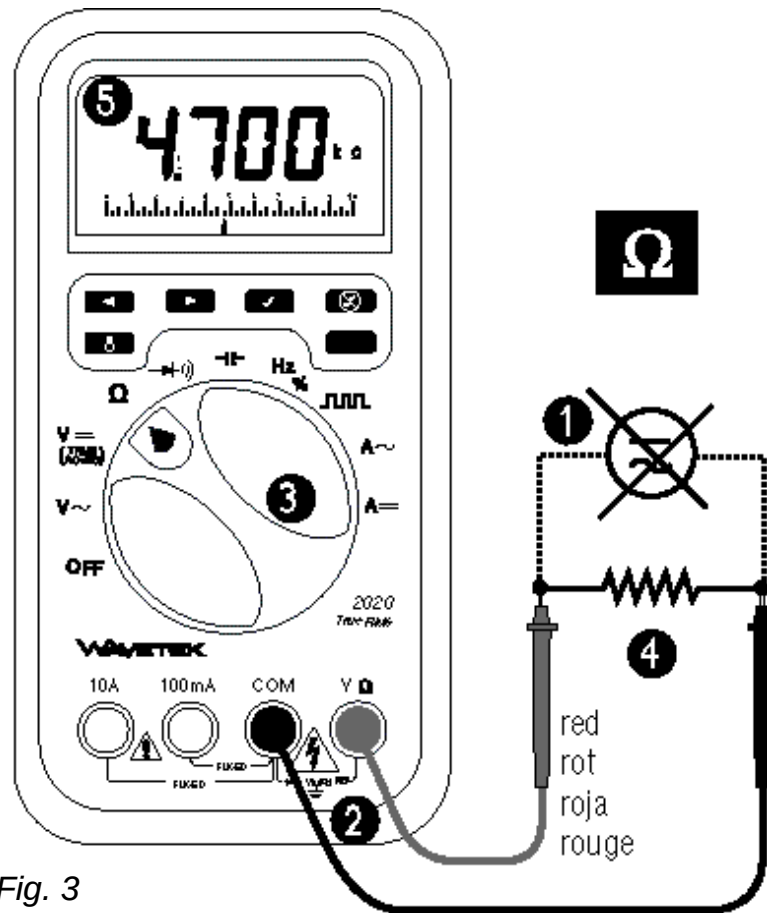

Fig. 3
RESISTANCE MEASUREMENT (See Fig. 3)
❶ Turn off any power to the resistance to be measured and discharge any capacitors. Any voltage present during a resistance measurement will cause inaccurate readings. ❷ Connect test leads as shown in figure 3. ❸ Set Function/Range Switch to W position. ❹ Connect test leads to circuit being measured. ❺ Read resistance value on Digital Display. Open circuits will be displayed as "OPEN" in autoranging mode and as "OL" in Range-Lock mode.
D • Widerstandsmessung (siehe Fig. 3)
E • Medidas de resistencia (vea Fig. 3)
F • Mesure de Résistance (voir fig. 3)
❶ Assurez-vous qu'aucune tension n'est appliquée à la résistance. Une tension fausserait le résultat. ❷ Connectez les cordons comme indiqué en figure 3. ❸ Placez le sélecteur sur Ω ❹ Connectez les cordons au circuit à mesurer. ❺ Lisez la valeur affichée. Un circuit ouvert ou une résistance trop élevée est affiché comme "OPEN" en changement automatique de gammes et comme "OL" en blocage de gamme.